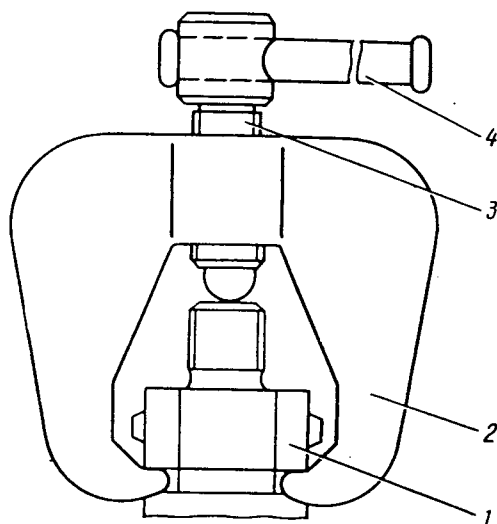

Bild 189. Abzieher für Lenkstockhebel;
7. Befestigungsmutter für Lenkstockhebel losschrauben und Lenkstockhebel mit Abzieher abnehmen (Bild 189).